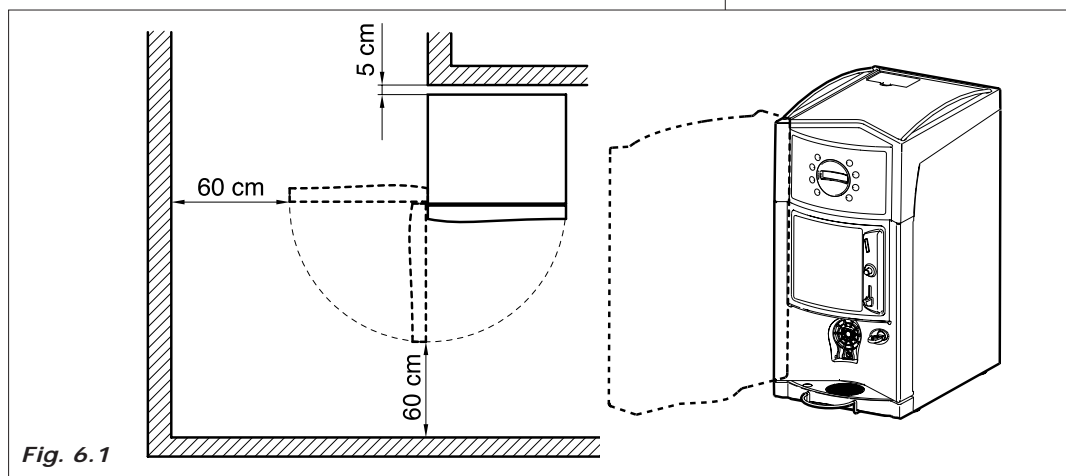

Fig. 6.1
- Se posicionado perto de uma parede, a parte traseira deve ficar a uma distância mínima de 5 cm da mesma (Fig. 6.1), para permitir uma ventilação regular. Em caso nenhum cobrir o distribuidor com panos ou coisas parecidas.
Se a instalação vem efetuada em corredores de evacuação de segurança verificar que com o distribuidor com a porta aberta fique um espaço suficiente à passagem (Fig. 6.1).